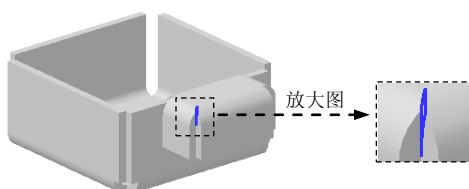

图 5.6.14 创建“封闭二折弯角”特征 2
Task2. 创建图 5.6.14 所示的“封闭二折弯角”特征 2
Step4. 单击命令条中的“完成”按钮, 完成图 5.6.14 所示特征的创建。